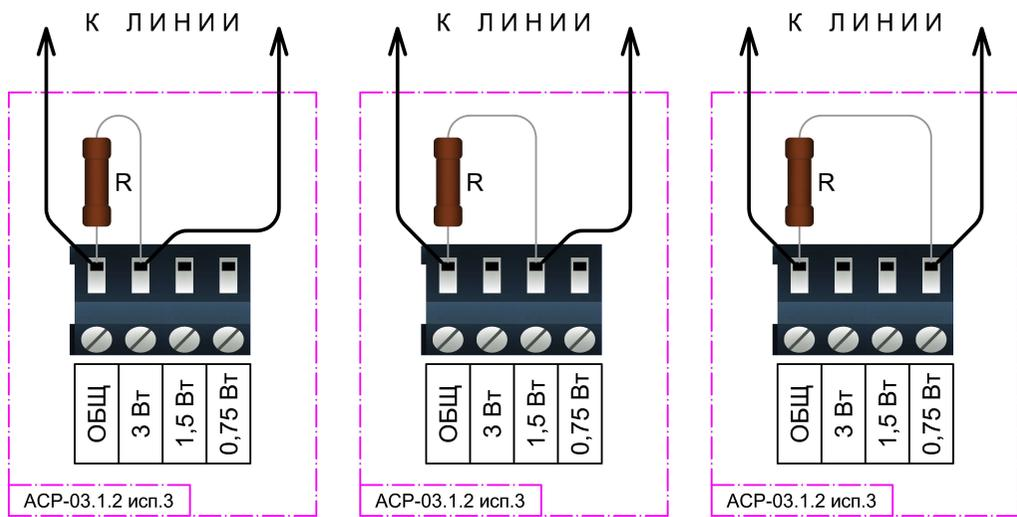

Рис.3 Схема подключения нагрузочного резистора к БА исполнения 3 согласно выбранной мощности
4.3. При эксплуатации БА в системе с контролем целостности линий к контактам клеммной колодки необходимо подключить нагрузочный резистор «R» (рисунок 3). Номинал резистора рассчитывается по методике, приведенной в руководстве по эксплуатации **прибора управлением оповещением**, если таковой используется в системе.